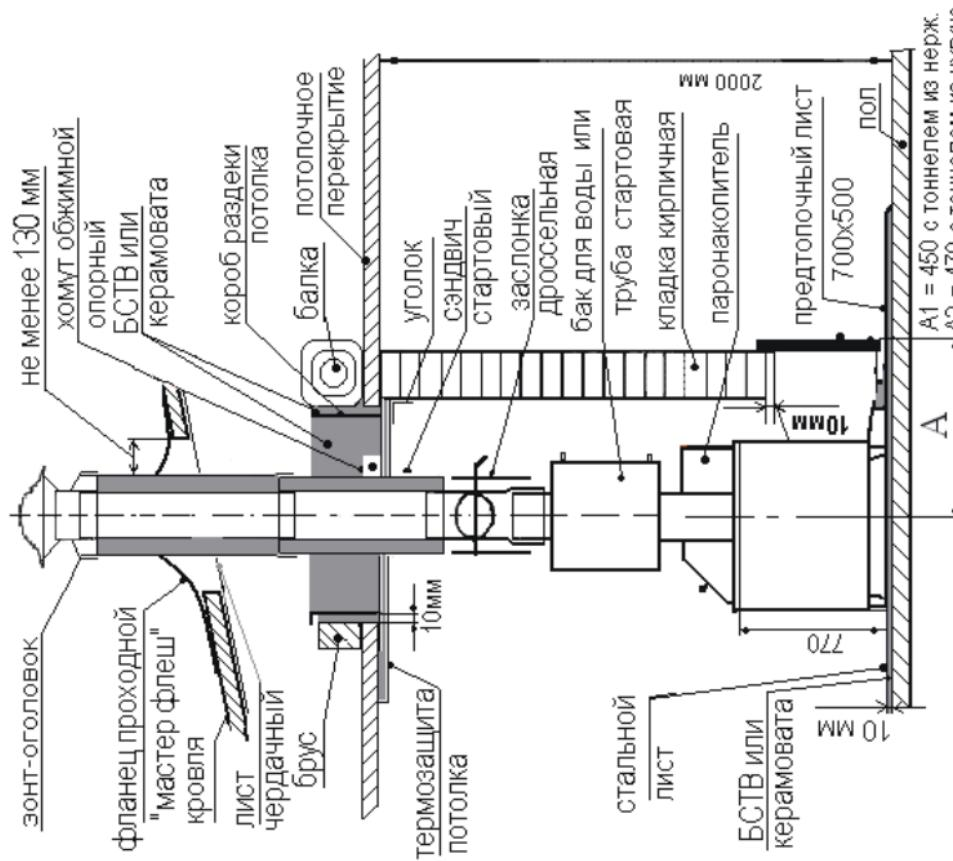

Рис.7. Схема установки печи «Калита»
7.13. Прохождение дымохода сквозь кровлю осуществляется с помощью фланца проходного «мастер флеш», гарантирующего как пожарную безопасность кровли, так и ее гидроизоляцию в месте прохождения дымохода (см. рис.7). Предварительно в кровле, в соответствии с осью дымохода, необходимо сделать отверстие, гарантирующее отступление всех возгораемых элементов кровли от наружной поверхности «сэндвича» на расстояние не менее 130 мм. В зависимости от типа примененного кровельного материала выполнить работы по его сопряжению с установленным «мастер флеш».
7.14. На внутренней стороне кровли в зоне прохождения дымохода установить чердачный лист (см.рис.7).